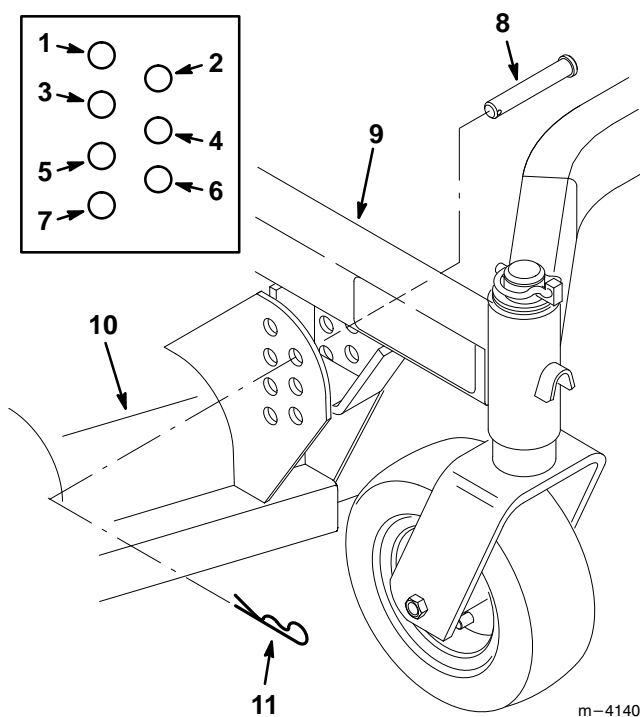

Abbildung 3
2. Das Mähdeck mit vier (4) Lastösenbolzen und Haarnadelsplinten am Trägerrahmen montieren (Abb. 3).